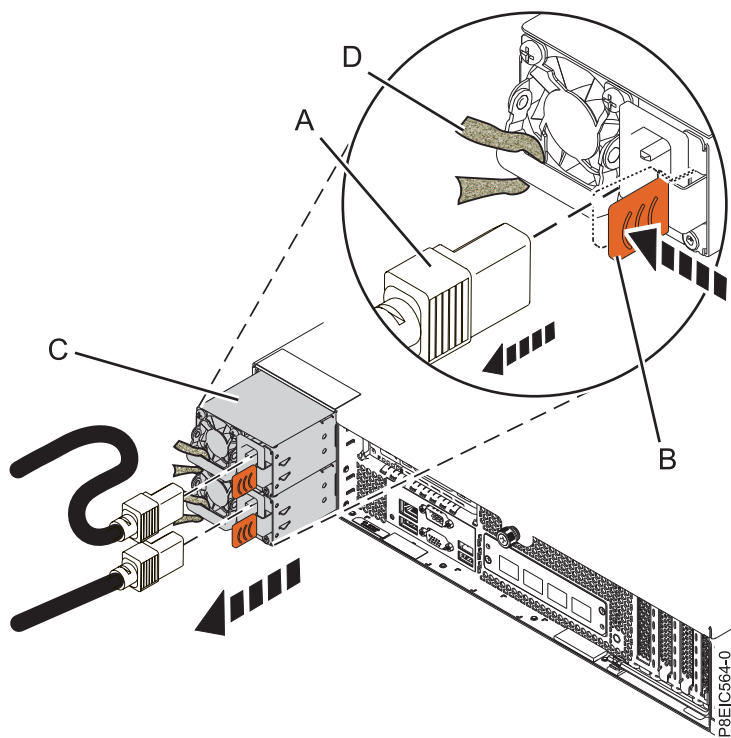

図 54. システムから電源装置を取り外す
- a. システム内の所定の位置から電源装置を取り外すには、ロッキング・タブ **(B)** を示された方向に押します。92 ページの図 54を参照してください。